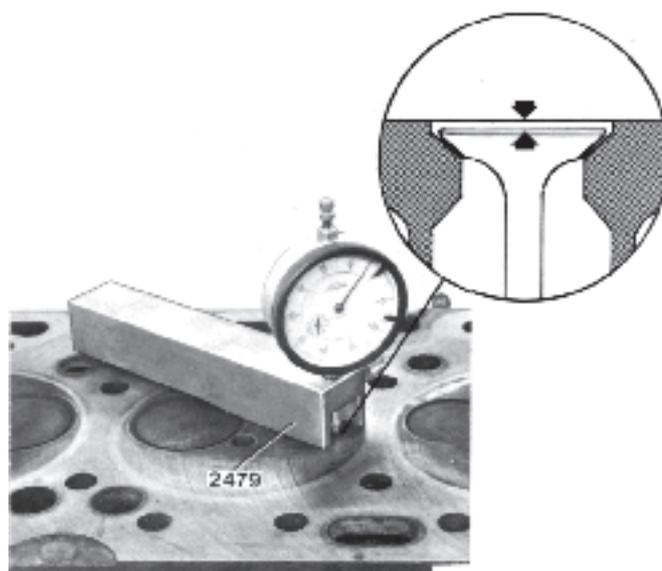

Fig. 39. Contrôle de la distance entre le plan de la culasse et les soupapes
- Vérifier que la distance entre le plan de tête de soupape et le plan de culasse n'est pas inférieure à 0,7 mm pour la série 60 et à 1,0 mm pour la série 70. Voir la figure 39. Si la culasse doit encore être usinée, alors les sièges de soupapes devront être fraisés. La distance maximale entre la tête de soupape et le plan de la culasse est de 1,1 mm pour la série 60 et de 1,4 mm pour la série 70.